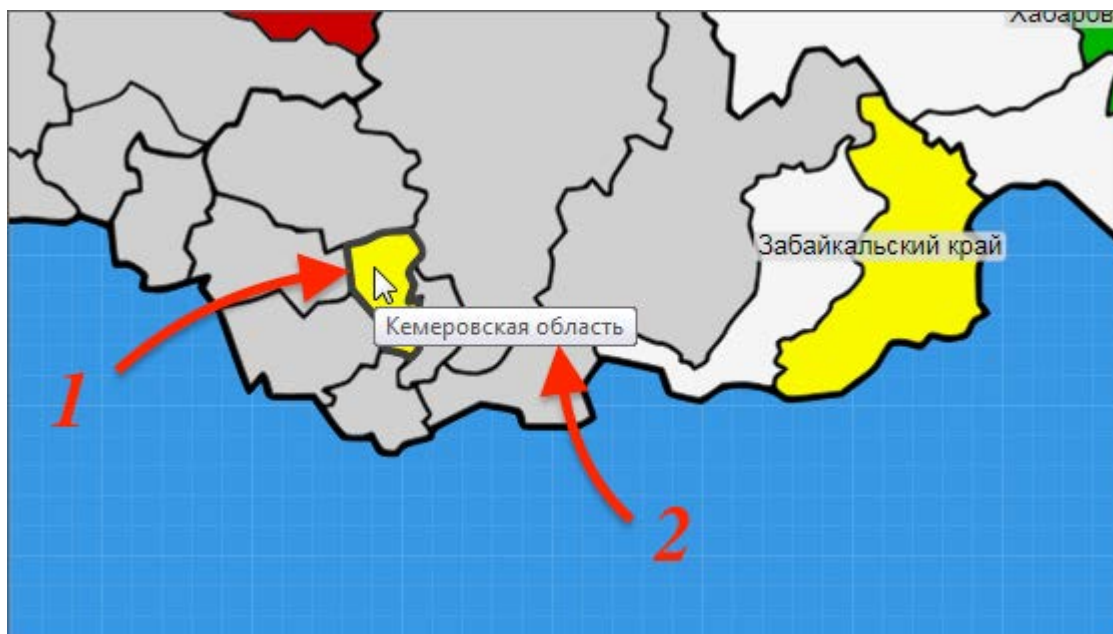

Рис. 6-10 – Выделение границ объекта (1) при наведении на него курсора мыши и всплывающая подсказка (2)
- 1) Навести курсор на нужную область на карте – ее граница будет выделена жирной линией (1 на рис. 6-10), а всплывающая подсказка укажет название региона (2).